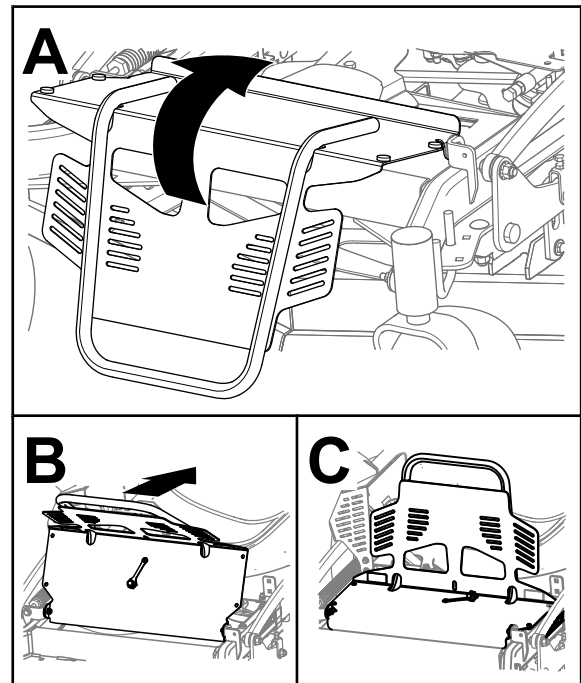

Figura 33
3. Ruotate indietro la protezione del motore, come illustrato nella Figura 33.